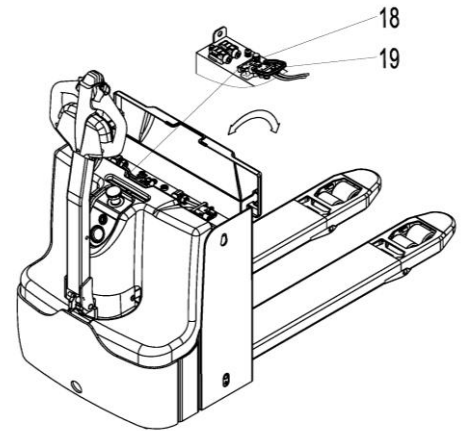

Рис.16-2: Зарядка литий-ионной АКБ
- Отключите питание, соедините зарядный разъем аккумулятора (рис. 16-2, поз. 18) со штекером зарядного устройства (рис. 16-2, поз. 19).